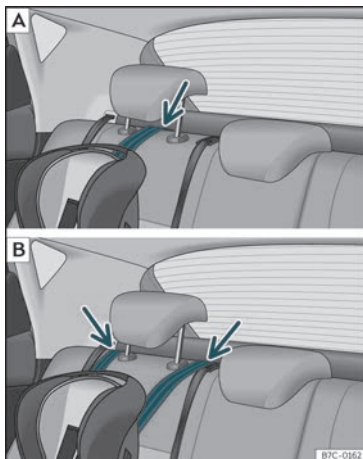

Fig. 27 Asientos traseros: axuste e montaxe en función do cinto Top Tether.
- Coloque a correa por debaixo do repousacabezas do asento posterior»» **fig. 27** (en función das instrucións do propio asento, levante ou retire o repousacabezas se fose necesario).